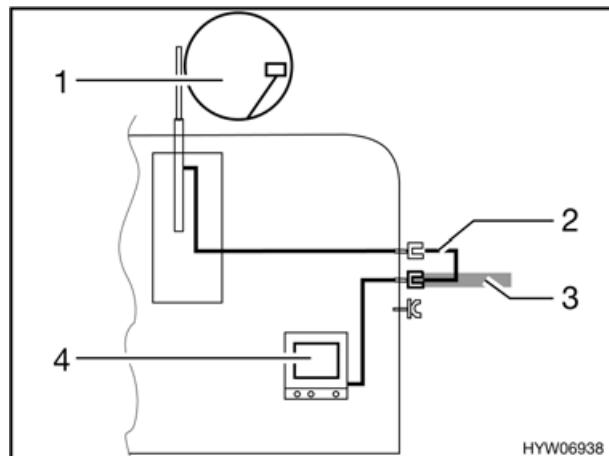

Bild 69 TV im Fahrzeug
- TV im Fahrzeug (Bild 69,4): Anschluss an Dachantenne (Bild 69,1) mit Verbindungsleitung (Bild 69,2).
- TV im Fahrzeug (Bild 69,4): Anschluss an externe Antenne (Bild 69,3).